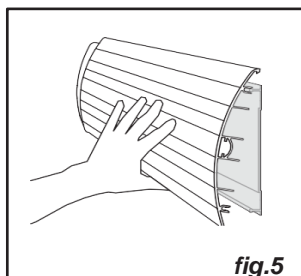

fig.5
■ A continuación, monte el perfil de PVC sobre las escuadras o el carril golpeándolo firmemente, utilizando un mazo de goma cuando sea necesario. Por último, compruebe que el perfil de PVC está bien encajado en todas las ménsulas o en toda la longitud del raíl (fig. 5 y fig. 6).